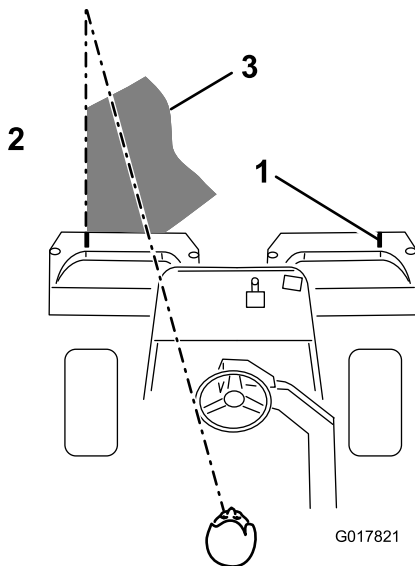

Bild 40
3. Wenn Sie zurückfahren, sollte der neue Mähgang den ersten ein klein wenig überlappen. Damit Sie in einer möglichst geraden Linie über die Grünfläche fahren und einen gleichmäßigen Abstand zum zuvor gemähten Rasenstück einhalten, sollten Sie sich eine imaginäre Sichtlinie ungefähr 1,8 m bis 3 m vor der Maschine bis zum Rand des noch ungemähten Teils der Grünfläche vorstellen (Bild 40). Manche Leute finden es auch hilfreich, die äußere Kante des Lenkrads in die Sichtlinie mit einzubeziehen, d.h. sie halten das Lenkrad in einer Linie mit einem Punkt, der immer im gleichen Abstand von der Vorderseite der Maschine bleibt (Bild 40).